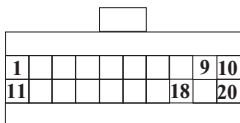

Рис. 6
**Внимание!** Если на автомобиле не установлен иммобилайзер АПС-4, то необходимо ввести перемычку между контактами 9 и 18 в разьеме для подключения блока иммобилайзера, расположенного под панелью приборов рядом с контроллером впрыска. Внешний вид разъема приведен на рис. 6.